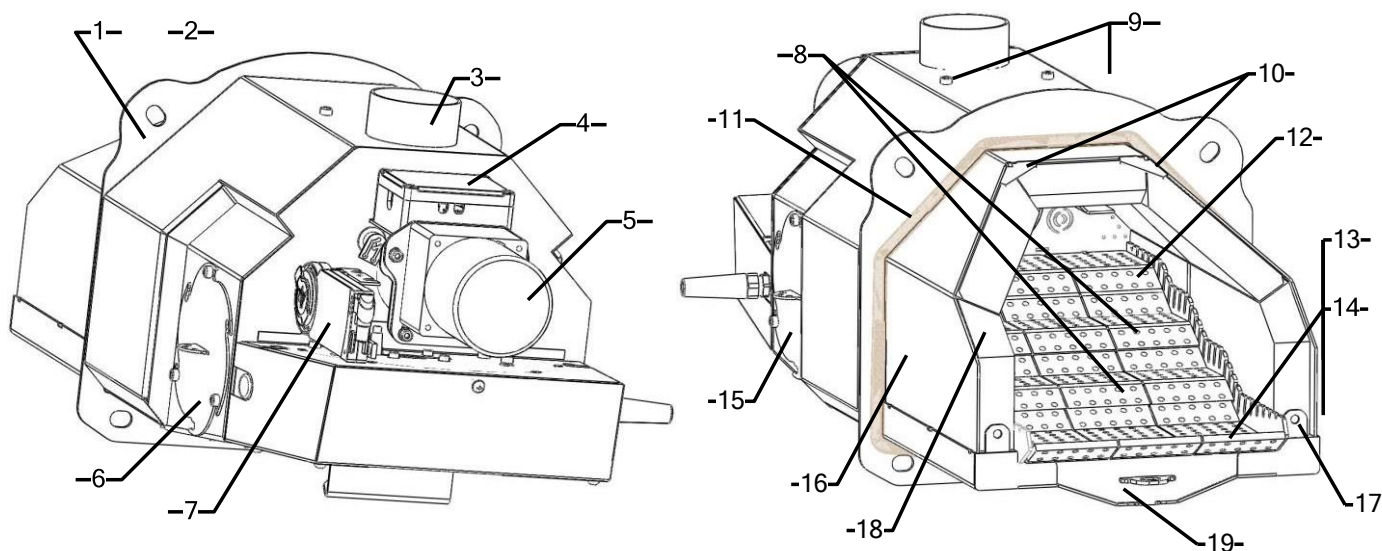

Рисунок 2. Описание блока горелки Hotta Cyberia/ Cyberia Pro 100/150
Горелка (рисунок 2) крепится к дверце котла четырьмя болтами с помощью фланца (1). Фланец условно разделяет горелку на две части - механическая часть и топка. При монтаже между фланцем и дверцей котла прокладывается термостойкий шнур (11). Механическая часть защищена кожухом (на рисунке не показан).